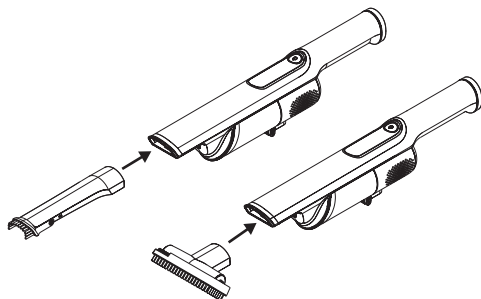

Fig.2
- Presionando el botón obertura del depósito (E) y verter su contenido en un contenedor de basura apropiado. (Fig.2)